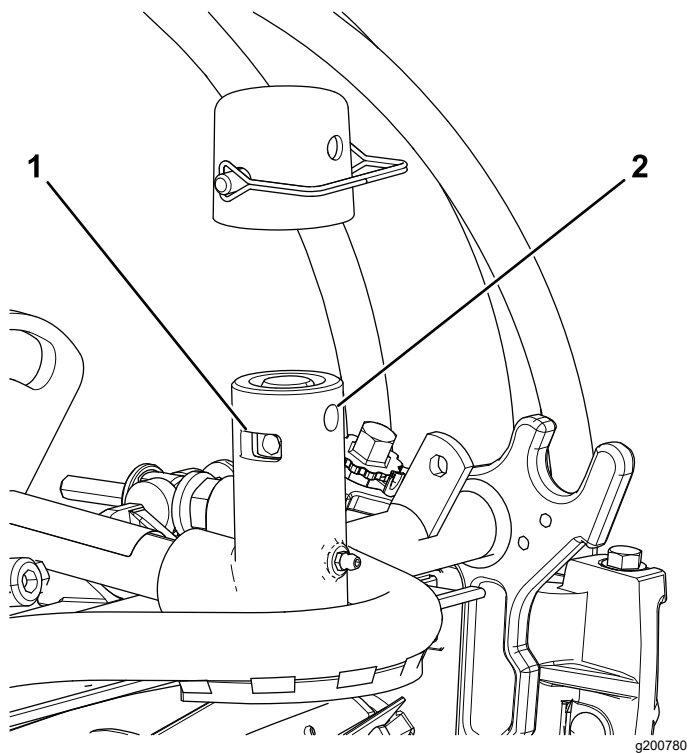

Рисунок 9
**Примечание:** Для поворота режущего блока используйте пазы для фиксации режущего блока в своем положении используйте отверстие (Рисунок 9).